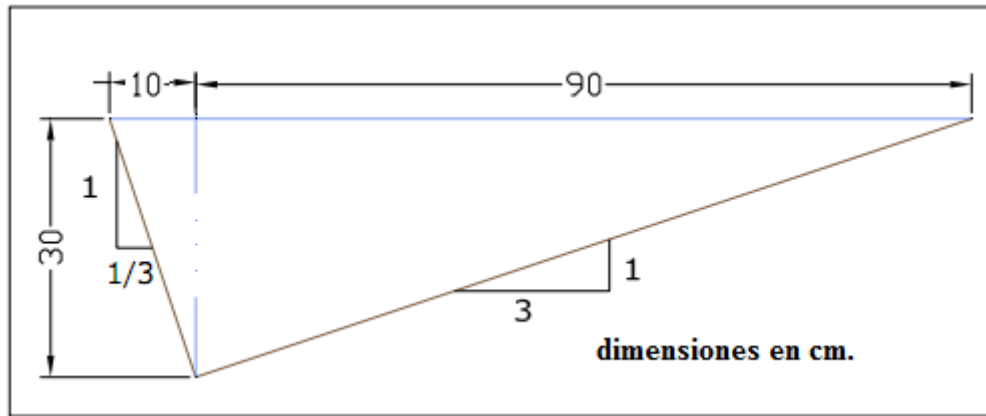

Figura 3: Cuneta propuesta por el INVIAS para las carreteras de Colombia
3. Un estudio hidrológico ha determinado que el caudal que transitará por la cuneta en concreto de la Figura 3 es de $0.2 \text{ m}^3/\text{s}$. Determinar: